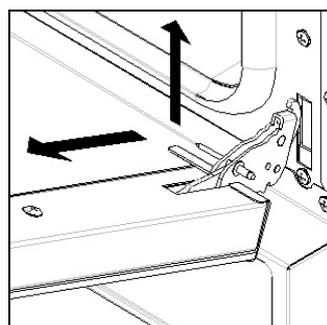

Fig. 7
- Levantar a porta ligeiramente e retire-o (Fig. 7);